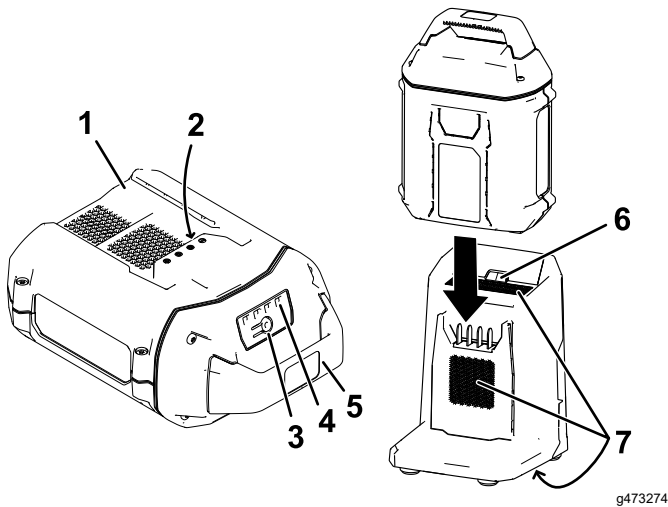

Figura 11
- 2. Alinee el hueco de la batería (Figura 11) con la lengüeta del cargador.
- 3. Introduzca la batería en el cargador hasta que esté completamente asentada (Figura 11).